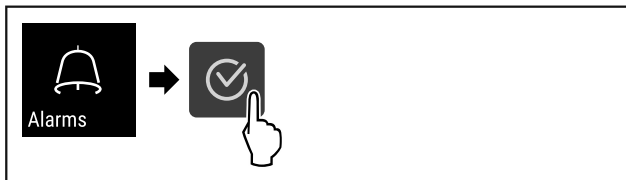

Fig. 106
- ▶ Εκτελέστε τα βήματα ενεργειών (βλέπε Fig. 106) .